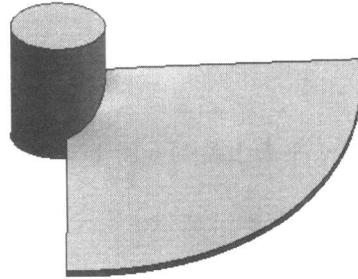

图1-16
8. 使用【加厚】功能，将片体向两侧加厚，厚度为“1”，结果如图 1-16 所示。